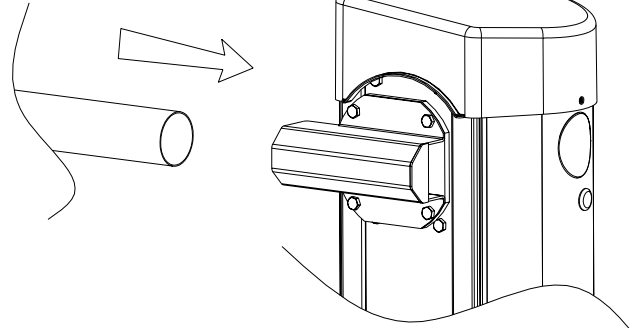

Fig. 6
- Introduire la barre dans le support du côté opposé au tampon de fermeture, la faire porter en battement sur la pince postérieure et visser définitivement les 4 vis M8 (Fig.6).